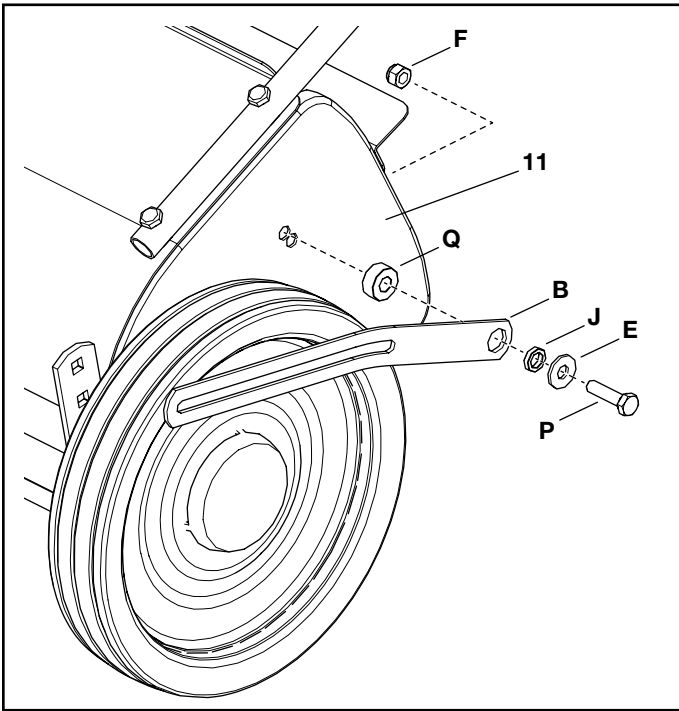

FIGURE 3
### STEP 3: (SEE FIGURE 3)
(VOIR LA FIGURE3) Fixez la sangle de réglage de la hauteur (B) sur le côté droit du boîtier de la balayeuse (11) à l'aide d'un boulon hexagonal 5/16-18 x 1-1/4 (P), d'une rondelle 375 x .875 x .083 (E), d'une entretoise .410ID x .620OD x .15 (J), d'une entretoise .380ID x .875OD x .38 (Q) et d'un écrou hexagonal .312-18 Nylock (F).